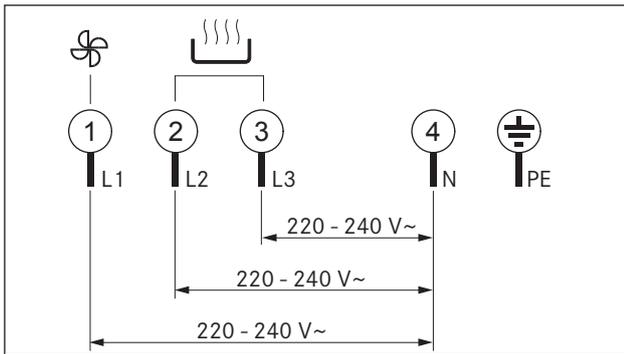

Abb. 6.36 Anschlusschema 3-Phasen-Anschluss
- Schließen Sie die Netzanschlussleitung gemäß dem betreffenden Anschlusschema (s. Abb. 6.36 Anschlusschema) am Netzanschluss [2] des Kochfeldes mit Kochfeldabzug an.